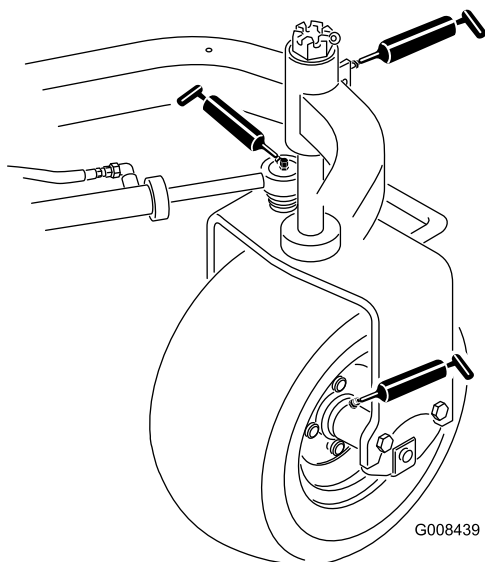

Figure 41
- Moyeu de roue arrière (1) (Figure 41)
- Roulement de roue pivotante (1) (Figure 41)
- Vérin de direction (2) (Figure 41)